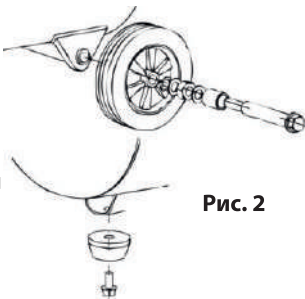

Рис. 2
- (См. Рис. 2). Зафиксируйте их винтами.